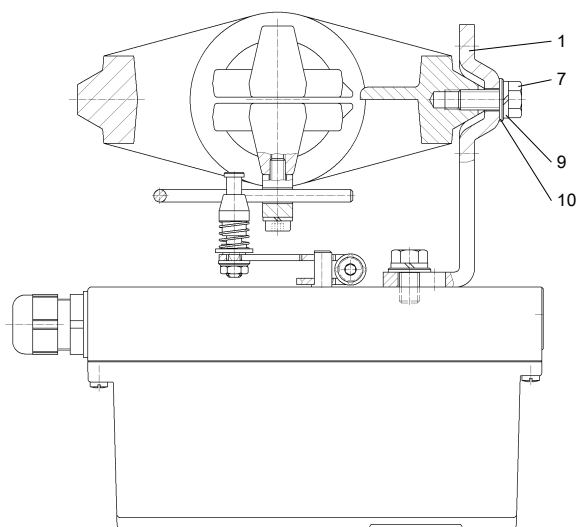
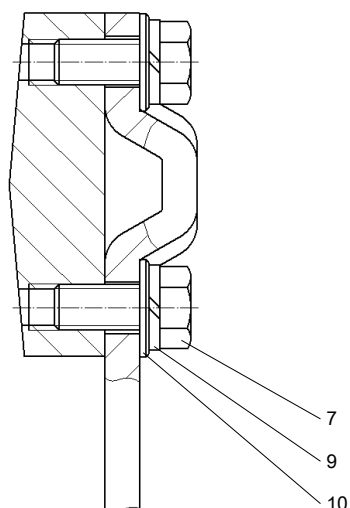

Рис. 16: Монтаж позиционера на приводе с ребром
Рис. 17: Монтаж позиционера на приводе с ровной поверхностью
6. Рис. 16: Удерживать позиционер с крепежным уголком у привода таким образом, чтобы штифт (4) направлялся внутри скобы (2).
- Привод с ребром: Винт с шестигранной головкой (7), шайба (10) и пружинное кольцо (9).
- Рис. 17: Привод с ровной поверхностью: Четыре винта с шестигранной головкой (7) с шайбой (10) и пружинным кольцом (9).